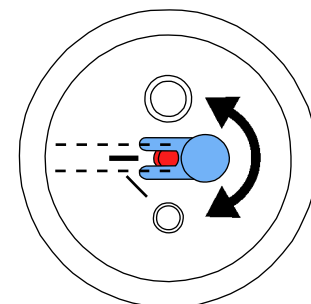

Fig. 12
- Pour les silos de 25 - 70 μm , la buse de dosage doit être alignée (Fig. 12) !